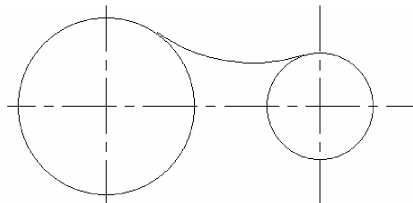

图 2-59 绘制 $R47\text{mm}$ 的圆弧
5) 绘制 $R47\text{mm}$ 的圆弧。单击圆弧按钮 ，在弹出的立即菜单中选择【两点_半径】选项，按空格键，在弹出的工具点菜单中选择【切点】选项，拾取 $\phi 50\text{mm}$ 的圆；按空格键，在弹出的工具点菜单中选择【切点】选项，拾取 $\phi 30\text{mm}$ 的圆，输入“47”，操作结果如图 2-59 所示。